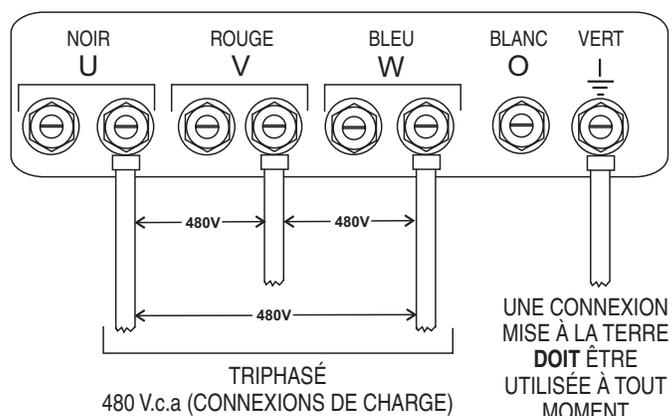

Figure 24. Cosses de sortie UVWO Connexions Monophasées 480 volts
- Connectez les fils de charge aux cosses UVWO comme indiqué dans Figure 24.